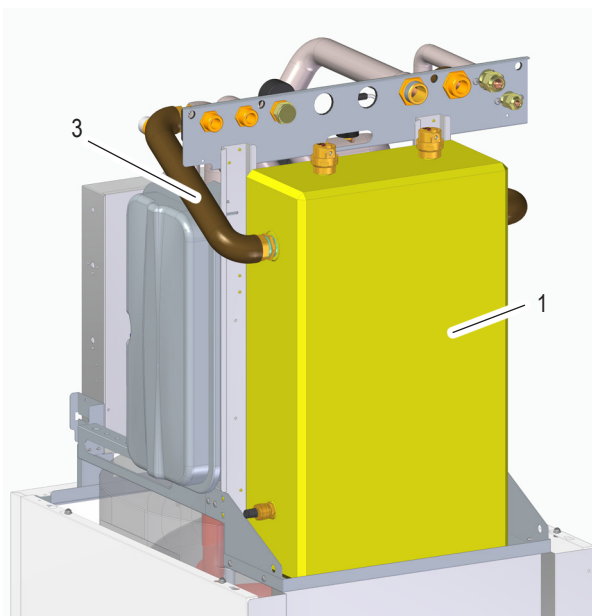

fig. 5
**POLSKI** Umieścić zbiornik inercyjny (ID=1 Tab. 1 / rys. 5).
Zamontować przewód rurowy (ID=3 Tab. 1 / rys. 5) i przewód rurowy (ID=2 Tab. 1 / rys. 5).
**ITALIANO** Posizionare il serbatoio inerziale (ID=1 Tab. 1 / fig. 5).
Montare tubazione (ID=3 Tab. 1 / fig. 5) e tubazione (ID=2 Tab. 1 / fig. 5).
**ENGLISH** Position the inertial tank (ID = 1 Tab. 1 / fig. 5).
Fit the pipe (ID = 3 Tab. 1 / fig. 5) and pipe (ID = 2 Tab. 1 / fig. 5).
**ESPAÑOL** Posicione el depósito inercial (ID=1 Tab. 1 / fig. 5).
Monte la tubería (ID=3 Tab. 1 / fig. 5) y tubería (ID=2 Tab. 1 / fig. 5).
**PORTUGUÊS** Posicione o depósito de inércia (ID=1 Tab. 1 / fig. 5).
Monte a tubagem (ID=3 Tab. 1 / fig. 5) e a tubagem (ID=2 Tab. 1 / fig. 5).
**FRANÇAIS** Positionner le réservoir tampon (ID=1 Tab. 1 / fig. 5).
Monter le tuyau (ID=3 Tab. 1 / fig. 5) et le tuyau (ID=2 Tab. 1 / fig. 5).
**БЪЛГАРСКИ** Позиционирайте началния резервоар (ID=1 Tab. 1 / fig. 5).
Монтирайте тръба (ID=3 Tab. 1 / fig. 5) и тръба (ID=2 Tab. 1 / fig. 5).
**ROMÂNĂ** Poziționați rezervorul de acumulare (ID=1 Tab. 1 / fig. 5).
Montați conducta (ID=3 Tab. 1 / fig. 5) și conducta (ID=2 Tab. 1 / fig. 5).
**SHQIP** Vendosni serbatorin inercial (ID=1 Tab. 1 / fig. 5).
Montoni tubacionin (ID=3 Tab. 1 / fig. 5) dhe tubacionin (ID=2 Tab. 1 / fig. 5).